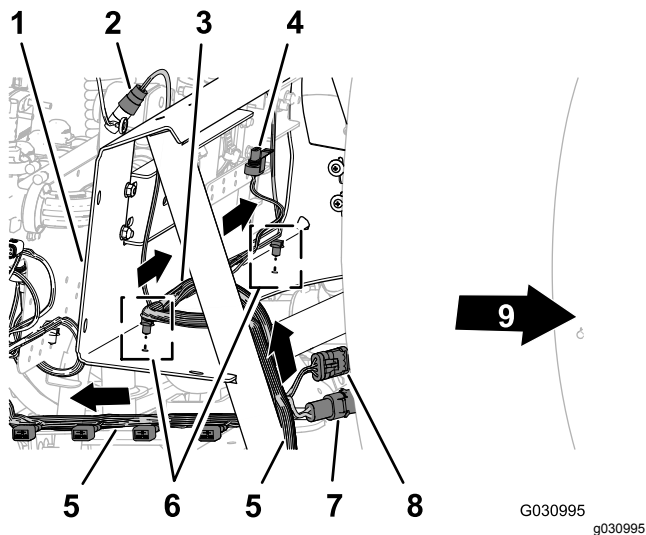

Figura 98
1. Passe a secção com 203 cm da cablagem por dentro do suporte para a montagem da válvula e para trás na direção da montagem das 10 válvulas, como se mostra na Figura 98.
2. Passe a secção com 81 cm da cablagem para o fluxímetro e válvula de agitação através da frente da montagem do coletor (Figura 98).
3. Insira os três fixadores de pressão da secção com 81 cm da cablagem nos orifícios na flange inferior da montagem do coletor (Figura 98).